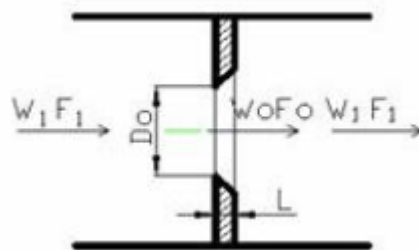

Рисунок 2.19 – Діафрагма на трубі постійного перерізу
*Діафрагма на трубопроводі* (рис. 2.19). Коефіцієнт місцевого опору діафрагми, розташованої всередині труби постійного перерізу: